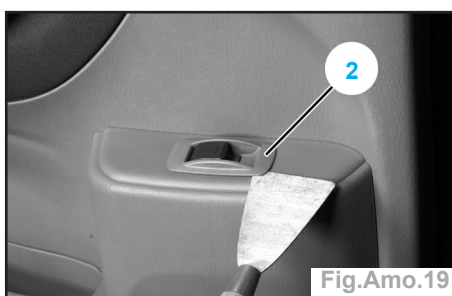

Fig.Amo.19
- à l'aide d'une spatule, extraire la platine porte-interrupteurs (2) et débrancher les connecteurs (Fig.Amo.19),